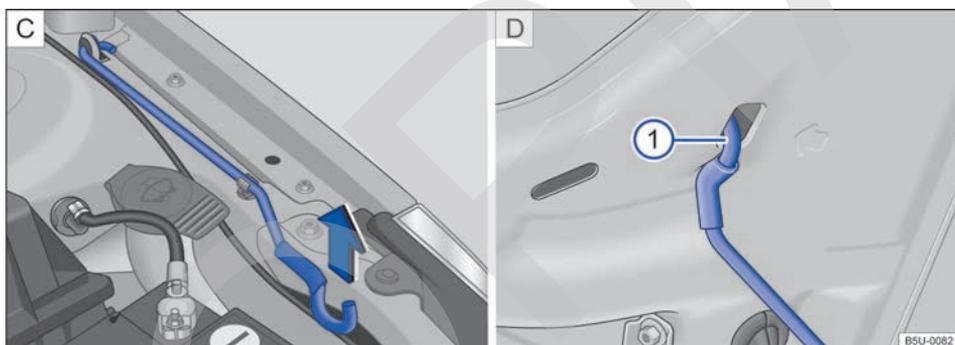

Fig. 135 C) Varilla de sujeción de la tapa del compartimento del motor. D) Tapa del compartimento del motor apoyada en la varilla de sujeción.
- Retirar la varilla de sujeción del soporte en el sentido de la flecha → fig. 135 C) y colocarla en la abertura de la tapa del compartimento del motor → fig. 135 1) D).
- Retirar la varilla de sujeción del orificio → fig. 135 1) D) y encajarla en el soporte del cierre → fig. 135 C).